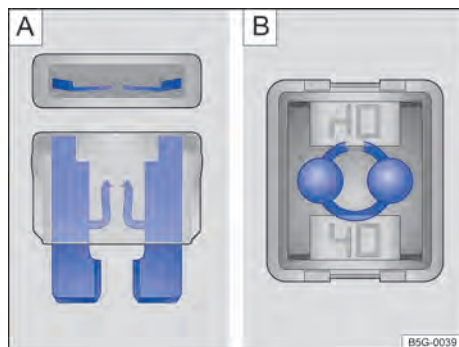

Fig. 182 Fusível queimado: **A** fusível plano, **B** fusível de bloqueio.
- Um *fusível plano* (ATO®, MINI®) queimado é reconhecido de cima ou de lado pela carcaça transparente nas faixas metálicas derretidas → Fig. 182 **A**.
- Um *fusível de bloqueio* (JCASE®) queimado é reconhecido pelas faixas metálicas derretidas por cima da carcaça transparente → Fig. 182 **B**.